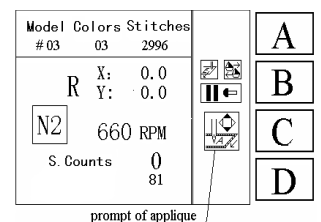

Fig. 8.10.1
1. Após os parâmetros de aplicação do bordado terem sido definidos, a mensagem de pausa será indicada (Fig.8.10.1).
2. Na Fig.8.10.1, pressione a tecla C uma vez. O quadro sairá seguindo os dados da aplicação de bordado pré determinados.
3. Na Fig.8.10.1 pressione a tecla C mais uma vez para mover o quadro de volta à posição original da parada do desenho.